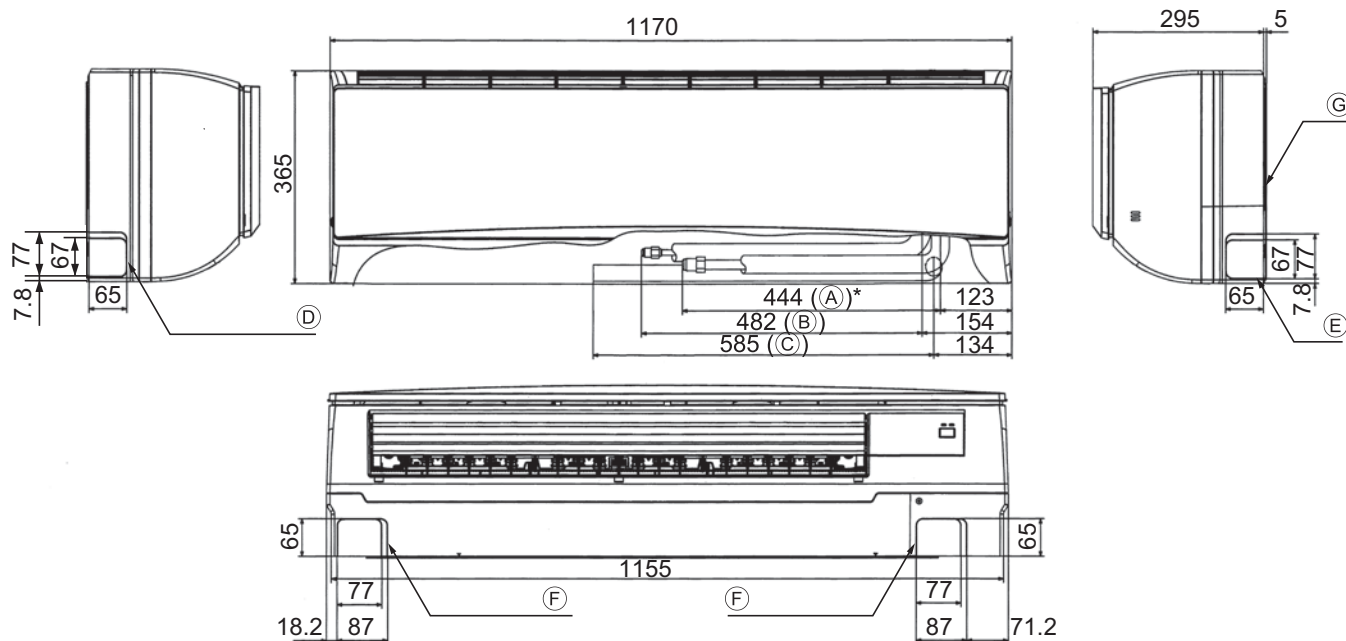

Fig. 4-2
4.2. Colocação das tubagens de refrigerante e de drenagem (Fig. 4-2)
- Ⓖ Placa de montagem ①